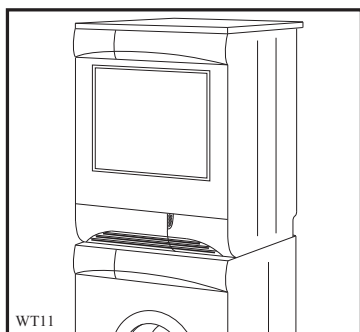

Fig 7
- modèles avec petite porte sur l'élément socle (fig. 7 et 8).